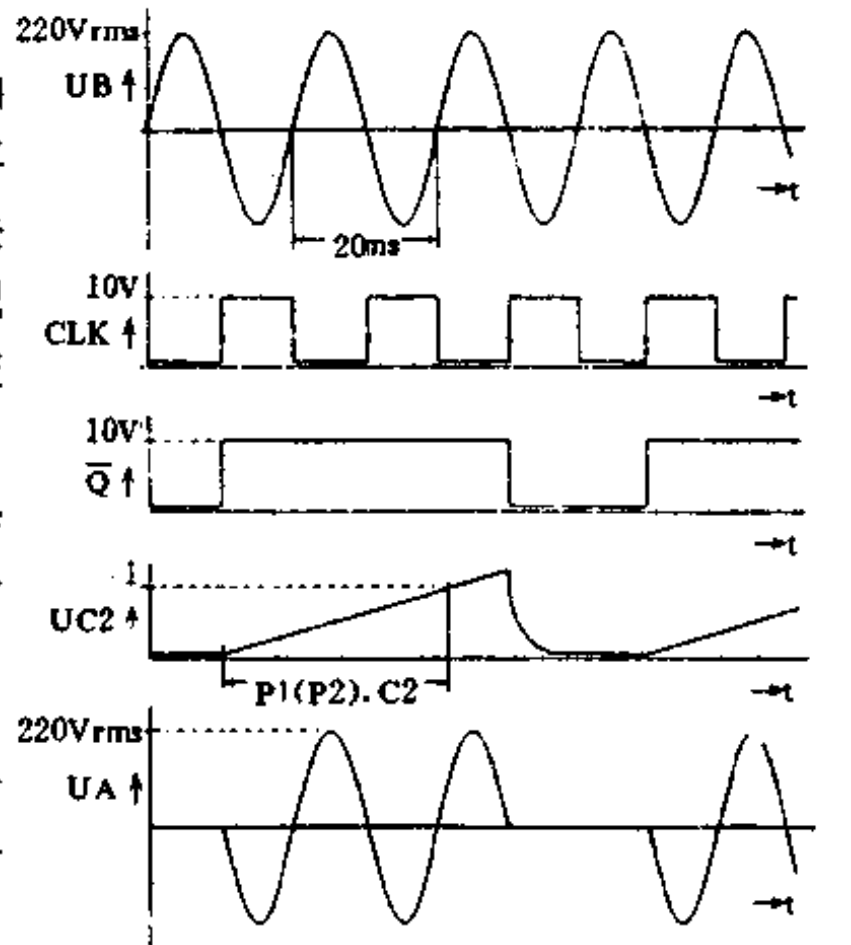
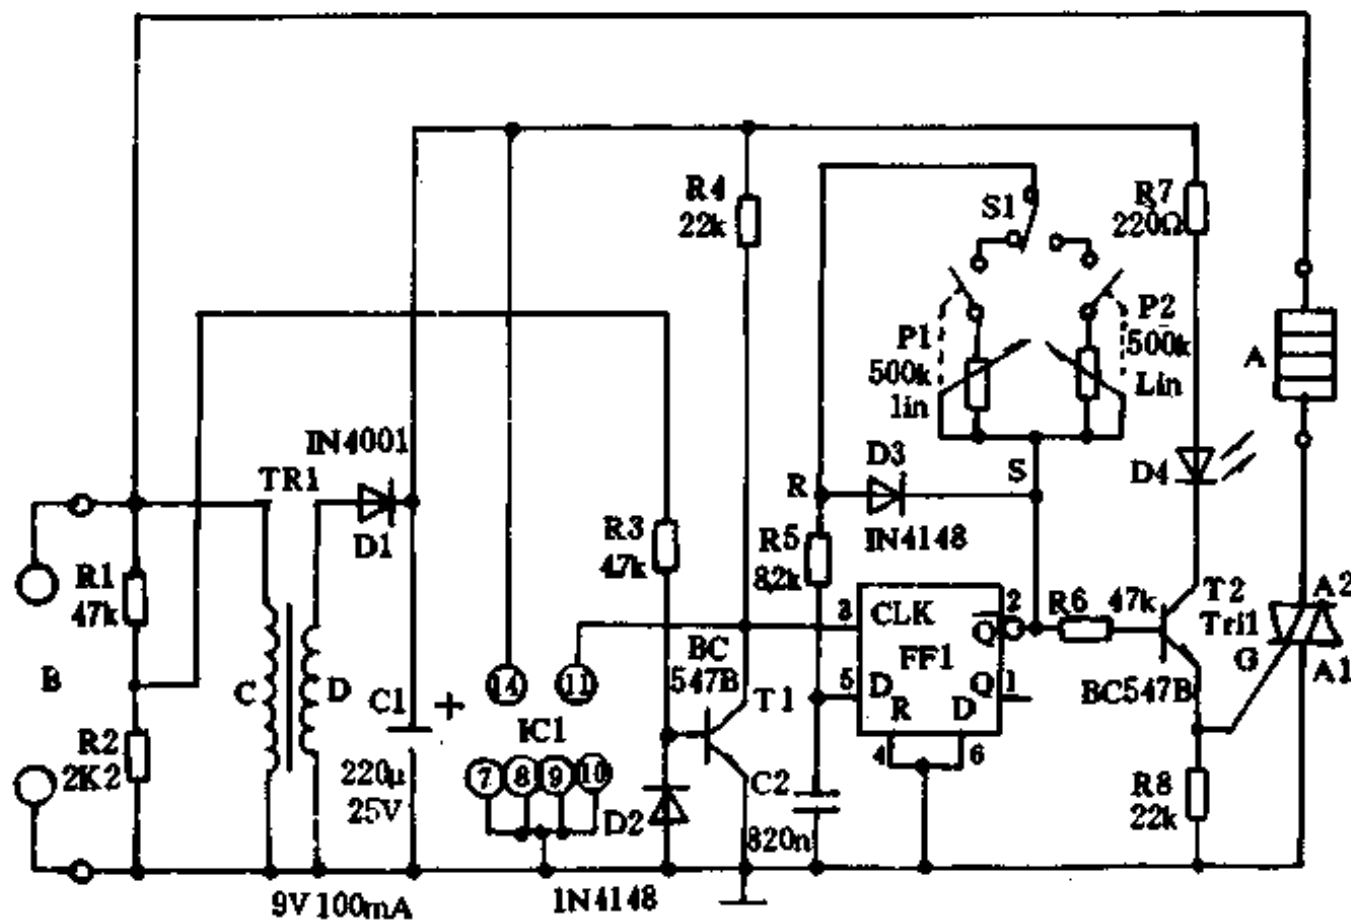

图 1-17
图 1-18
脉冲控制电路中,烙铁接通电源其受热时间只有 50~90%。控制脉冲的时间波形 (\bar{Q}) 见图 1-17,在 \bar{Q} 为高电平时,220V 50Hz 市电加在烙铁上, \bar{Q} 变为低电平期间,市电停止对电烙铁加热, \bar{Q} 的低电平持续时间与电容 C2 有关。电烙铁总是处于部分时间加热的状态。
1. 电路原理:图 1-18 是完整的电路图,并不复杂,下面借助于图 1-17 的波形图予以介绍。市电由 B 端接入,通过 Tr1 给电烙铁供电。控制电路的工作电压约 11V,Tr1 是一个小变压器,D1/C1 是整流滤波电路。
时钟脉冲的产生;R1、R2 构成分压器分出一个 10V 电压经限流电阻 R3 供给三极管 T1 的基极。在这个电压的正半周 T1 导通,双稳电路 FF1 的 CLK 输入端为低电平而失效;在这个电压的负半周,D2 导通 T1 截止,CLK 输入端变为高电平,时钟信号变化的周期为 50Hz。在时钟的上升沿双稳电路的 Q1 被置为 0 逻辑。这时电容 C2 经 R5 和 D3 放电;D 输入端的电平为 0 时,C2 由 R5 和 P1 或 P2 充电。在波形图(图 1-17)中,下一个 CLK 输入上升沿未到之前充电就已经完成了。在 CLK 的上升沿时期,双稳态电路又被复位, \bar{Q} 变为 0 电平,一切重新开始。